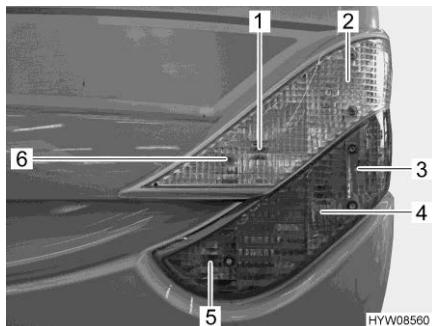

Fig. 224 Luci posteriori (lato ante-
- Svitare le sei viti ad esagono cavo (Fig. 224,6).